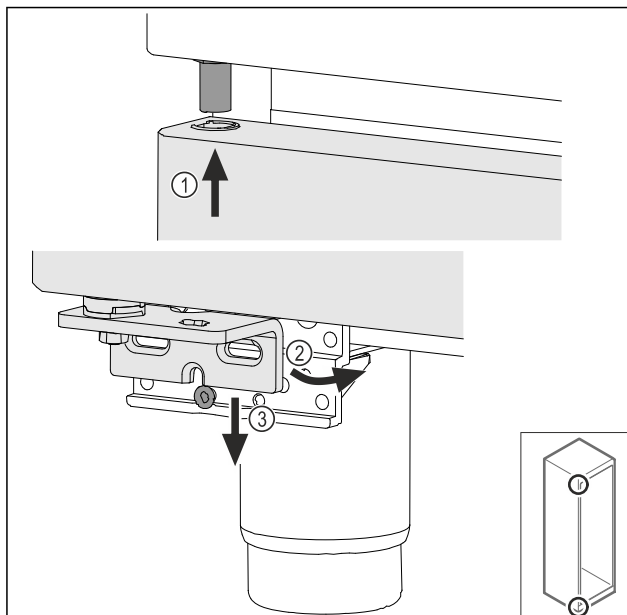

Fig. 49
- ▶ Nałożyć lekko przechylone drzwi Fig. 49 (1), ustawić drzwi prosto Fig. 49 (2) i założyć od dołu na śrubę płytki zawiasu Fig. 49 (3).